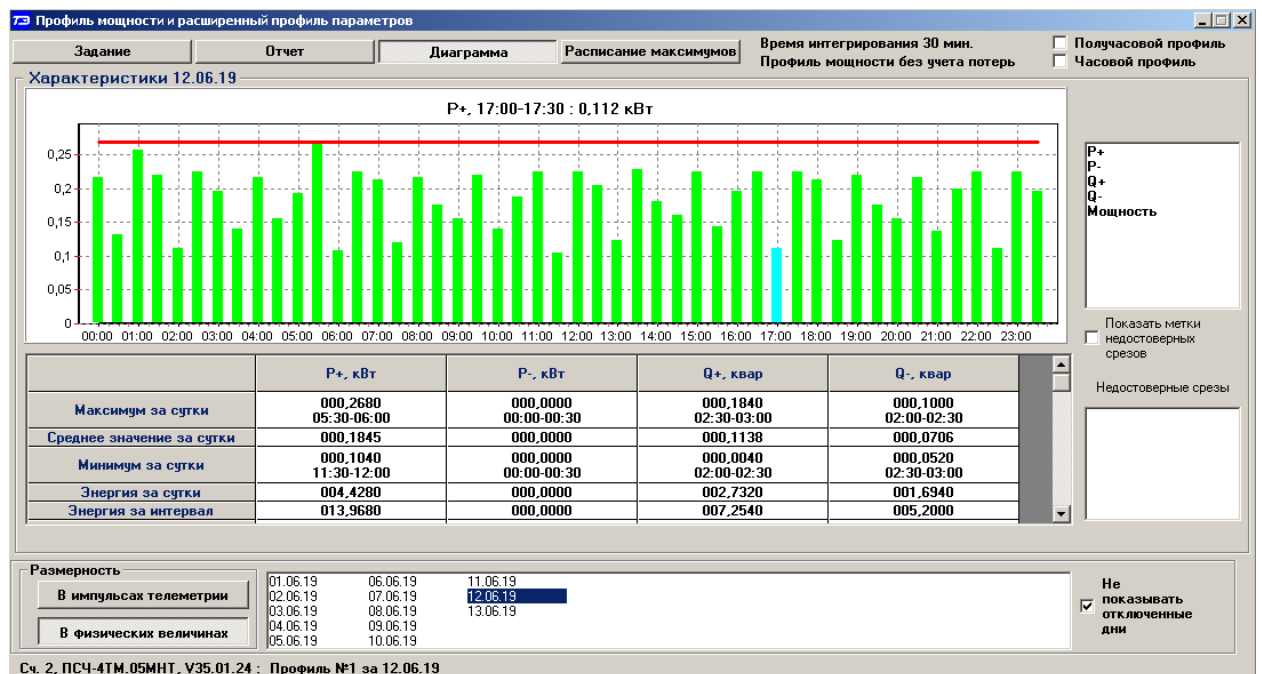

Рисунок 20 – Форма «Профиль мощности и расширенный профиль параметров» вкладка «Диаграмма»
14.11 При чтении профиля за несколько суток (за интервал) в строке формы «Энергия за интервал» отображается энергия, учтенная на этом интервале (рисунок 20), а в строке «Энергия за сутки» отображается учтенная энергия за сутки, выбранные в нижнем окне формы.